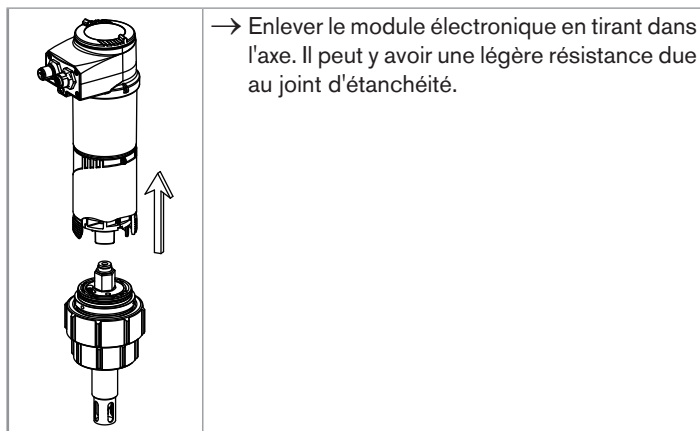

Fig. 11 : Désassembler le module électronique de l'armature (8202)
- Lorsque le transmetteur est étalonné, désassembler le module électronique de l'armature, comme l'indique la Fig. 11.